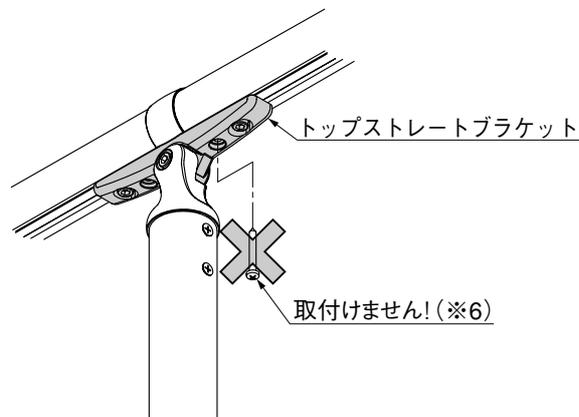

図7-2 グリッライン取付説明書(取説コード C310) P21
- 渡り配線が通過するストレートブラケットは、グリッライン取付説明書(取説コード C310) P21の「3.手すりビームの抜け止め防止」で使用しているφ4×35ナベテックスネジ(※6)を取外してください。取付けた場合配線のかみ込みによる感電、漏電の原因になります。(図7-2参照)